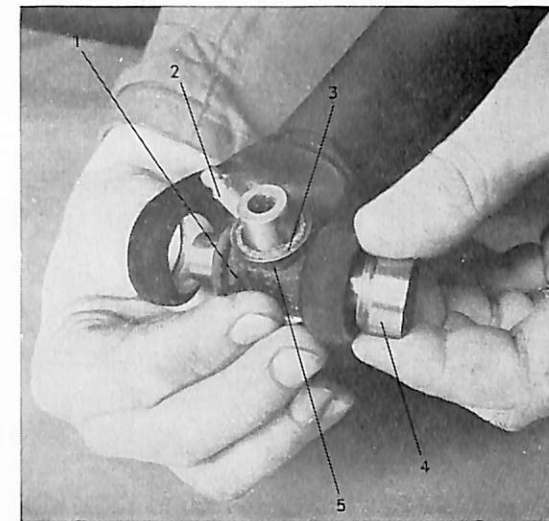

Bild 12. Hopsättning av kardanknut.
2. Sätt på nya korkpackningar (3, bild 12) och packningshållare (5) på axelkorsets tappar (korkpackningarna ytterst).
3. Träd i axelkorset (1) så att det kommer i samma läge som före demonteringen, bild 12. Se till att smörjnippeln (2) vändes så som bilden visar!